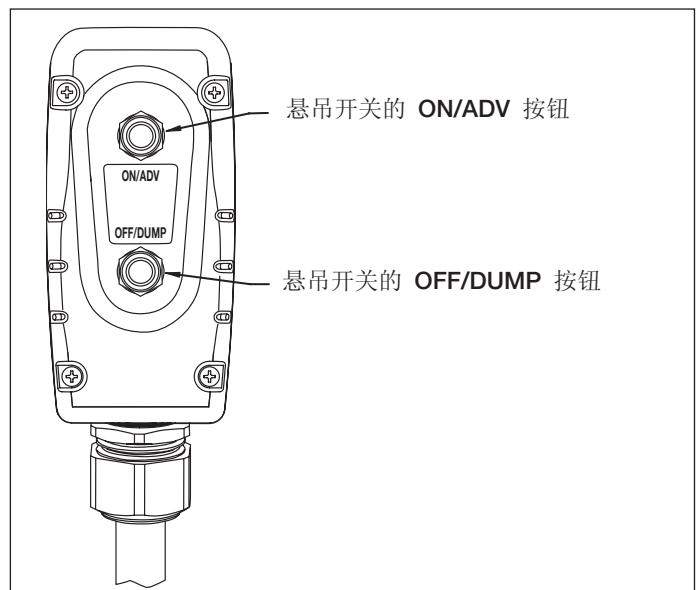

图 7 – 悬吊开关按钮
### 5.2 悬吊开关操作（见图 7）
- 要启动泵，请按下悬吊开关上的“ON/ADV”按钮。请参见图 7。电机将自动启动，且扳手将开始推进。只要按住此按钮，扳手就会一直前进。